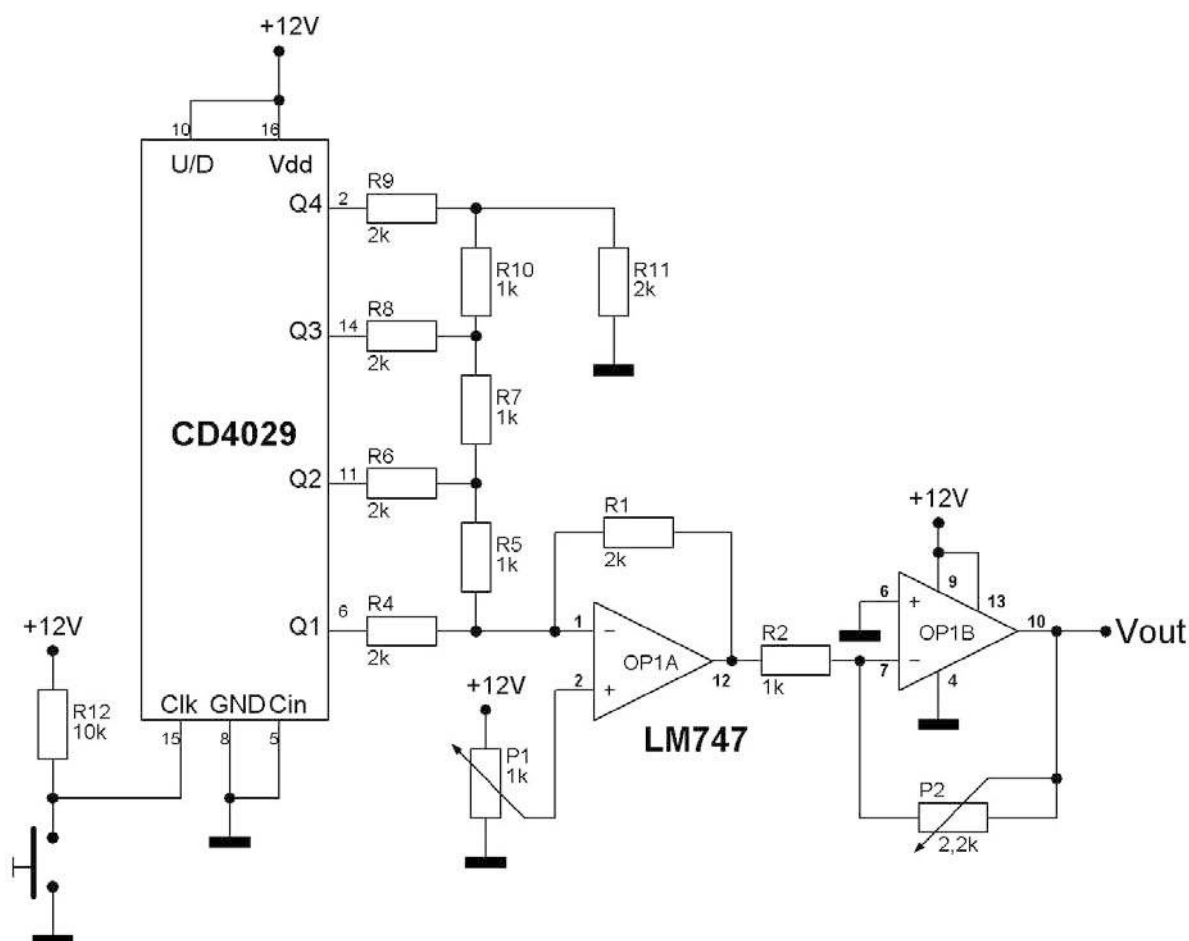

Figura 1 Il generatore di gradinata
un convertitore AD realizzato ad esempio con un amplificatore operazionale. Lo schema è quello di figura 1. Ad ogni pressione del pulsante il contatore incrementa il conteggio quindi il convertitore trasforma il risultato in una tensione continua. Il trimmer P2 consente di regolare il guadagno in modo che al massimo valore di uscita del contatore (9), corrisponda una tensione di 10V.